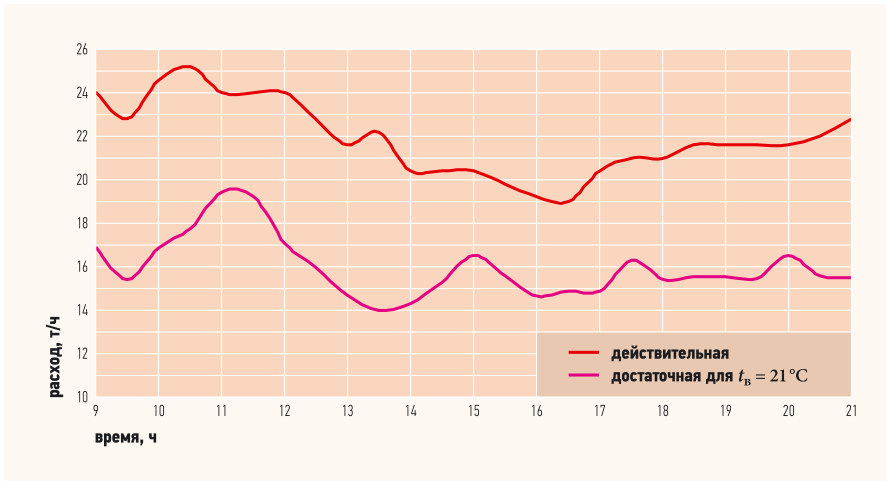

Рис. 2. Расход теплоносителя на систему отопления
На рис. 2 приведены график фактического расхода воды на систему отопления  $G_{co}$  и кривая такого расхода теплоносителя, при котором при фактическом значении  $t_{co}$  обеспечивается температура  $t_B = 21^\circ\text{C}$ . Как видно из рис. 2, требуемый по условию  $t_B = 21^\circ\text{C}$  расход воды  $G_{co}$  также заметно ниже фактического, следовательно, применение настроенного по реальным эксплуатационным данным алгоритма управления температурным режимом зданий (1) позволит существенно сократить расход теплоты на отопление.